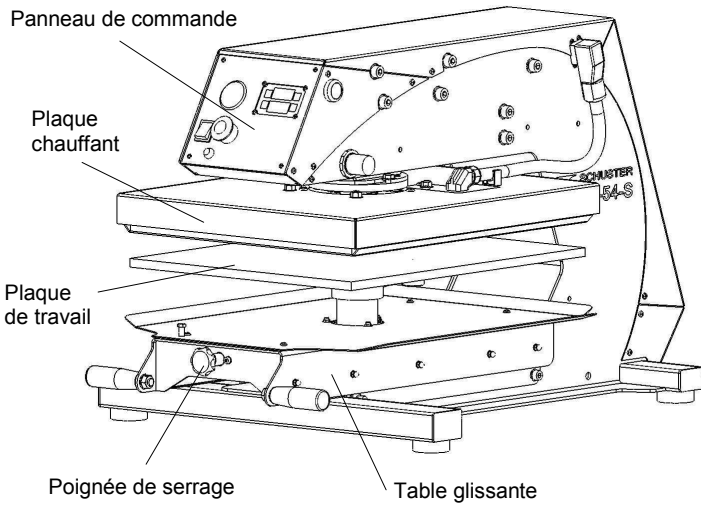

Fig. 2: Vue arrière TP-54 Solo avec barres de transport
5. Branchez le câble dans une dose électrique et fermez la conduite d'air comprimé arrivant sur le filtre à air (page 19, Fig. 2 et 4).